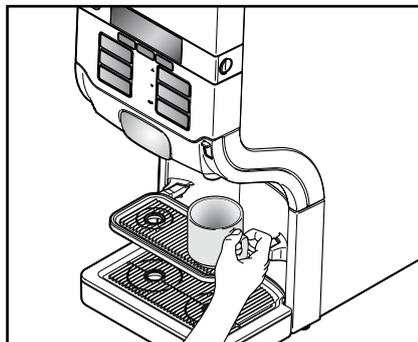

図10
- ・ カップをカッププレートに置いてください。(図10)
1. カップをカッププレートに置いてください。(図10)